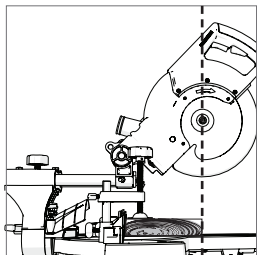

図26
- ・ ハンドルを握り、ブレードの中心が材料の前端より手前にくるまでスライドさせます。(図26)